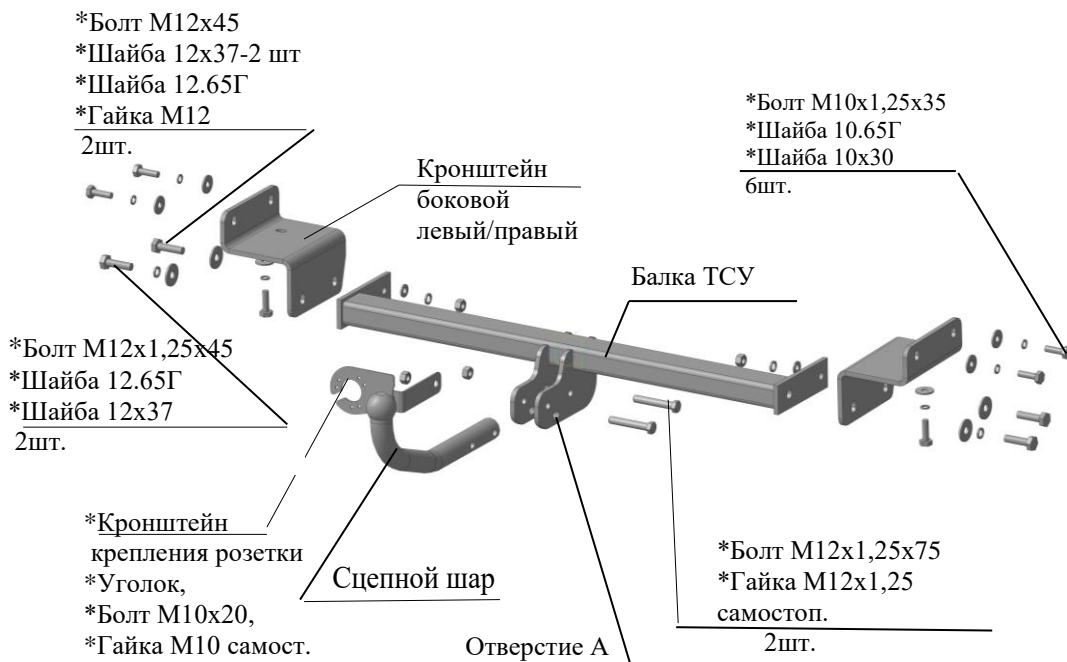

Рис.1 Тягово-сцепное устройство ТСУ 7252.
| 2.1 ТСУ 7252 в сборе (рис.1) | 1 шт. |
| 2.2 Пакет с комплектующими (см. рис.1) | 1 шт. |
4.2 Закрепить боковые кронштейны ТСУ (левый и правый соответственно рис.1) к боковым наружным и нижним полкам лонжеронов а/м болтами М10х1,25х35 используя гайки штатные, подложив под головки болтов шайбы 10.65.Г и шайбы 10х30. Крепеж не затягивать.